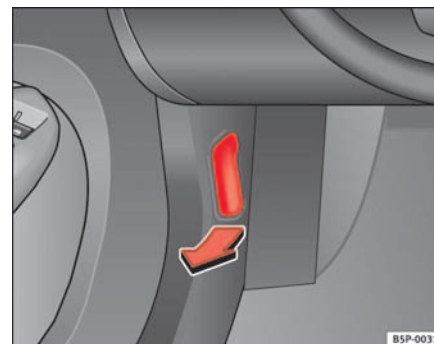

Abb. 151 Ausschnitt aus dem Fußraum auf der Fahrerseite: Entriegelungshebel für die Motorraumklappe
- Ziehen Sie den Hebel unter der Instrumententafel $\Rightarrow$ Seite 209, Abb. 151 in Pfeilrichtung. Die Motorraumklappe wird durch Federwirkung entriegelt $\Rightarrow$ .